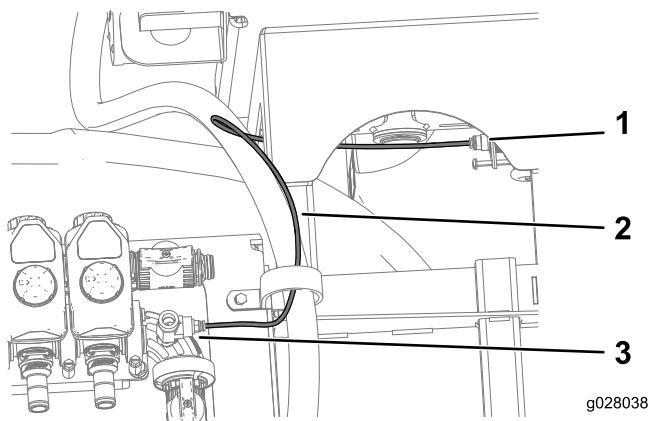

Bild 15
8. Schließen Sie das Druckwandlerkabel am T-Anschlussstück und das Ventil an der Druckmanometerkupplung an (Bild 15).